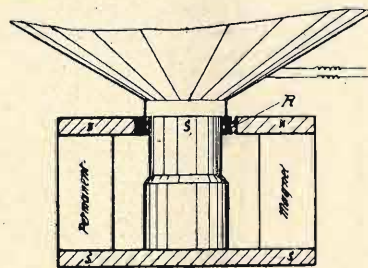
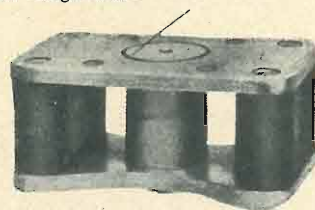

Fig. 2.
Fig. 3.
Solo due anni fa si è riusciti a ottenere una speciale e preziosa lega magnetica con l'aggiunta di nichelio e alluminio e la fig. 2 mostra in sezione una tale calamita permanente in tutto identica a quella elettrica, salvo la sostituzione dell'elettromagnete con una calamita permanente, costruita in lega di nichelio e alluminio. Anche qui la maggiore densità delle linee del campo magnetico avviene dentro lo spazio anulare (R). La fig. 3 riproduce una normale calamita permanente di un altoparlante dinamico, dove si vede chiaramente il giogo anulare.